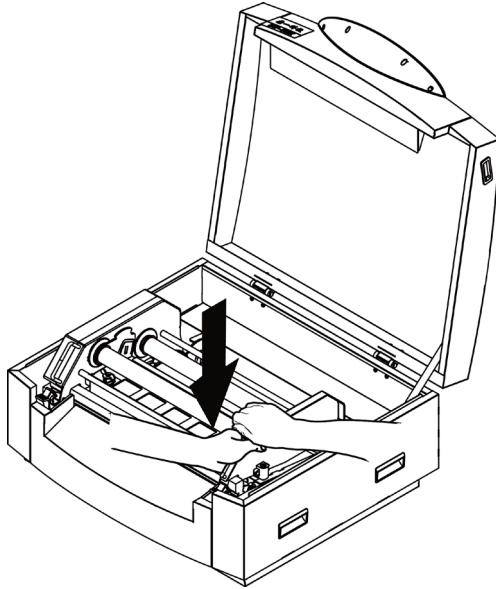

图 2.5.4
- 4) 按照图示方式分别压上下支架两侧，至锁紧状态，并合上上盖（如图2.5.4）。